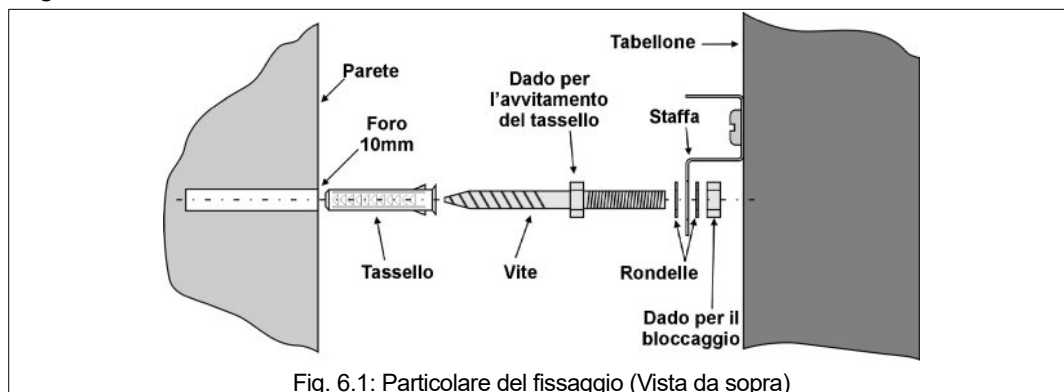

Fig. 6.1: Particolare del fissaggio (Vista da sopra)
2. In ognuno dei due fori, inserire il tassello e poi avvitare la vite, agendo sull'apposito dado con una chiave da 13 mm (vedere Fig. 6.1); quindi infilare la rondella.